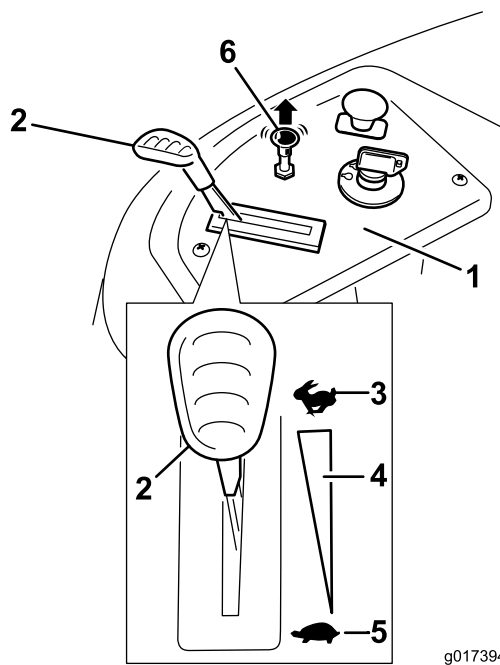

Bild 13
3. Ziehen Sie den Choke heraus, bevor Sie einen kalten Motor anlassen (Bild 13).
2. Stellen Sie dann den Gasbedienungshebel auf Schnell“ (Bild 13).